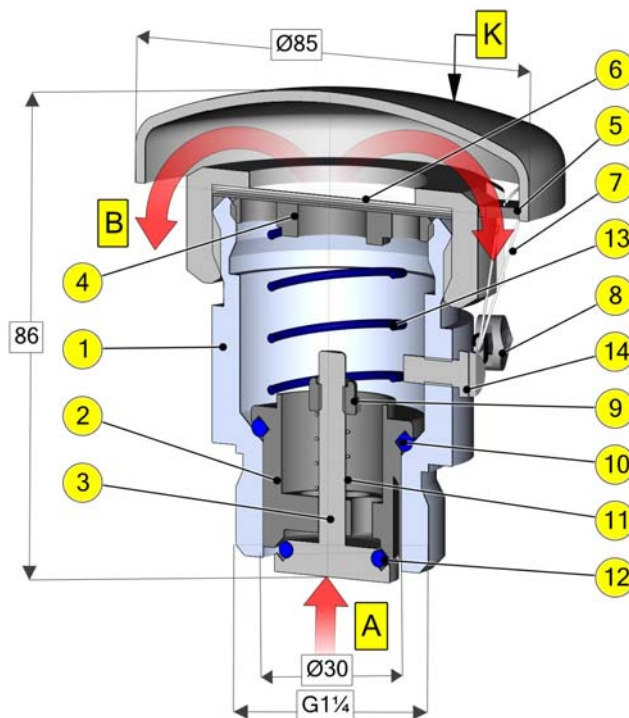

Abb. 3
Generell sind die Druckausgleichsventile vertikal am Anschluss (A) (siehe Abb.3) einzubauen.